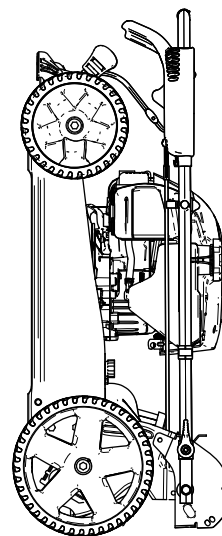

Figure 24
6. Levez l'avant de la machine par le guidon et amenez-la dans un lieu de remisage (Figure 24).